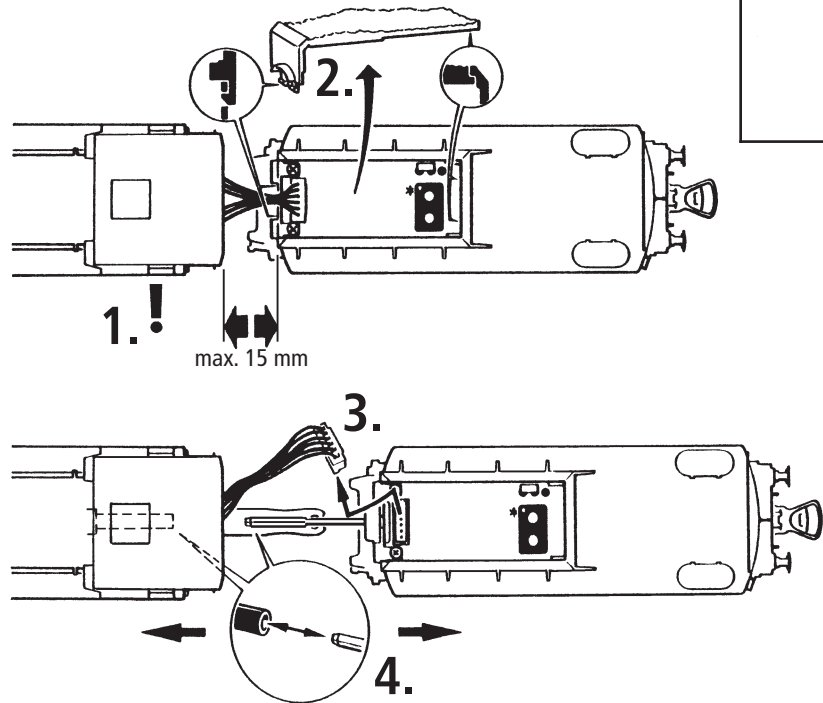

Fig. 7
2. Schmierung: Versehen Sie die im Schmierplan in Fig. 9+10 gekennzeichneten Stellen mit nur **kleinen Öltropfen**. Dazu zuerst das Lok- bzw Tendergehäuse abnehmen (Fig. 7, Fig. 8). Wir empfehlen den ROCO **Öler Art.-Nr. 10906**. Fürs Schmieren der Getriebeteile (Zahnräder, Schnecke) empfehlen wir das **ROCO-Spezialfett Art.-Nr. 10905**. Im Falle der Schmierung diese Teile **nicht ölen**.
2. Lubrication: Apply **tiny oil drops** to spots marked in fig. 9+10. Prior to lubrication dismantle the loco body or the tender body (fig. 7, fig. 8). We recommend using item no. **10906, Roco oiler**. For lubrication the gearparts (e.g. cogwheels, worm) we would recommend our Roco **special grease** (item no. **10905**).
3. Steam generator application (fig. 5): First remove the smoke trap (fig. 7) and then push in the Seuthe steam generator no. 10 (running in digital mode: use no.11).